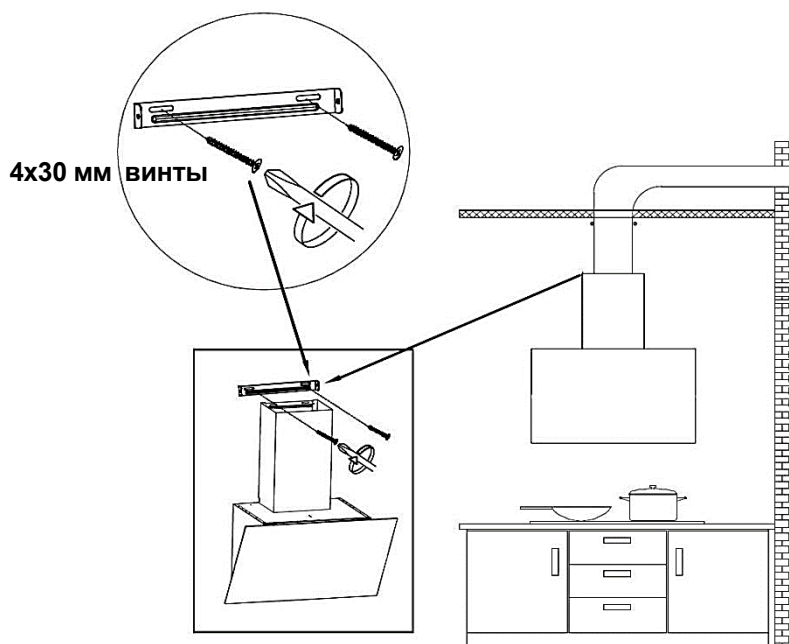

Рисунок 15
14. Закрепите кронштейн верхней части короба в соответствующих отверстиях на стене с помощью винтов 4x30 мм. (см. рисунок 15)